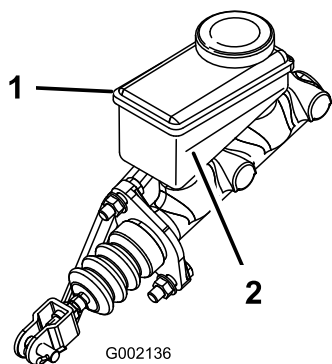

Рисунок 53
5. Проверьте уровень жидкости в боковой части бачка (Рисунок 53).
- B. Доливайте тормозную жидкость DOT 3 в бачок, пока ее уровень не будет выше отметки «Минимум» (Рисунок 53).